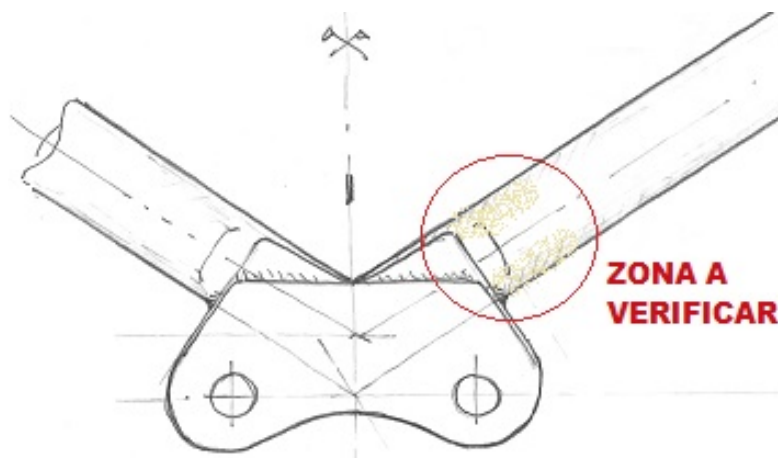

FIGURA 1
- d. Inspeccionar mediante la técnica de Tintas Penetrantes Fluorescentes los cordones de soldadura y las zonas próximas a ellos, prestando especial atención al nudo que une los tubos que conforman el conjunto (zonas que se muestran en la FIGURA 1), en busca de fisuras o defectos de soldadura.
- 2) Tener presente que las piezas que constituyen el conjunto, particularmente el herraje dónde se fijan los portasandows, pueden ser distintas a las indicadas en el croquis de la FIGURA 1, tal como se las ve en la FOTOGRAFÍA 1.